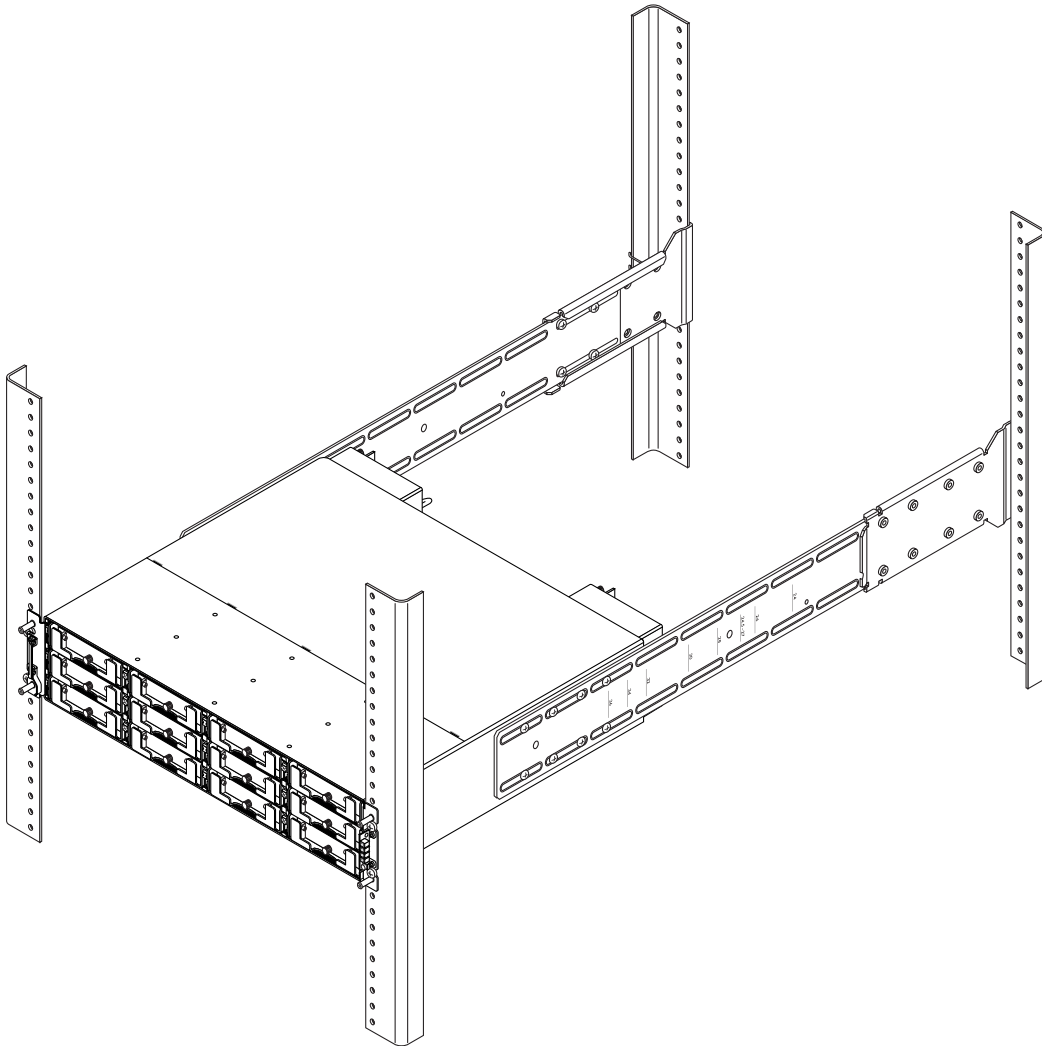

FIGURE 2-1 Montage en coffret d'une baie à l'aide des supports arrière et après retrait des oreilles du châssis et des panneaux - installation terminée
- Vous pouvez monter un coffret en utilisant les supports arrière et latéraux pour une profondeur comprise entre 60,96 et 91,44 cm (24 et 36 pouces). La FIGURE 2-1 représente une installation de baie 2U de la famille Sun StorEdge 3000 dans un coffret EIA standard à l'aide des supports arrière et latéraux.
Reportez-vous à la liste de pièces figurant dans le TABLEAU 2-1 et à l'illustration de la FIGURE 2-1 pendant l'installation. Le tableau répertorie les composants et fixations principaux indispensables à l'installation d'une baie dans le coffret.